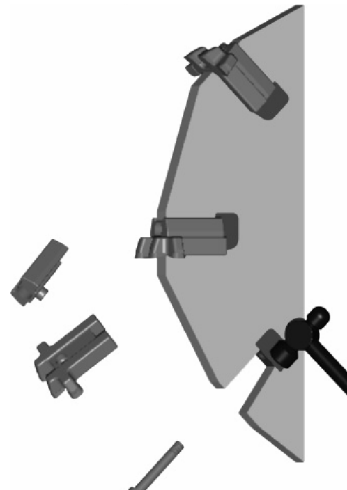

Abb. 16 – Demontage messer
**2.** Die Mitnehmplatte und die Messerspitze können voneinander getrennt werden, sobald sie den Schlitz verlassen haben (abb. 16). Prüfen Sie die Rille im oberen Teil der Mitnehmplatte und die darunterliegenden Kanten, auf die das Messer passt. Wenn diese beschädigt sind, wechseln Sie sie bitte aus.